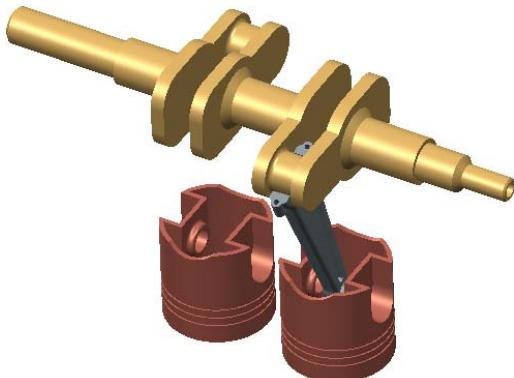

图 9.3.22 完成连接的创建
(3) 单击操控板中的 **完成连接定义** 按钮，完成连接的创建，如图 9.3.22 所示。